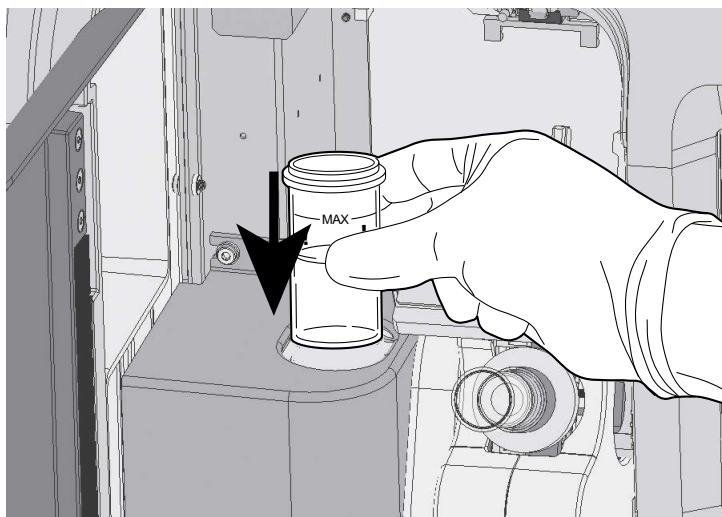

Figura 7-9 Carga del baño fijador
2. Antes de ejecutar un proceso que transfiera células de muestra a un portaobjetos ThinPrep, coloque el baño fijador en el soporte del baño fijador. La parte inferior del baño se apoya sobre la base del soporte. Consulte la Figura 7-9.